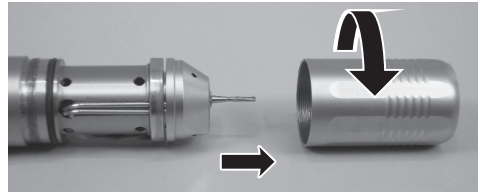

Fig. 15
- (1) Desserrez le support de la cartouche en le faisant tourner dans la direction indiquée Fig.15.